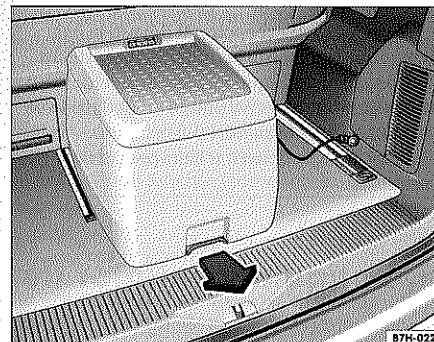

Fig. 86 Desmontaje de la caja nevera/termo
- Tire del asa ⇒ fig. 86 de la placa adaptadora en la dirección de la flecha.
- Tire del asa ⇒ fig. 86 de la placa adaptadora en la dirección de la flecha. La caja nevera/termo se desbloquea.